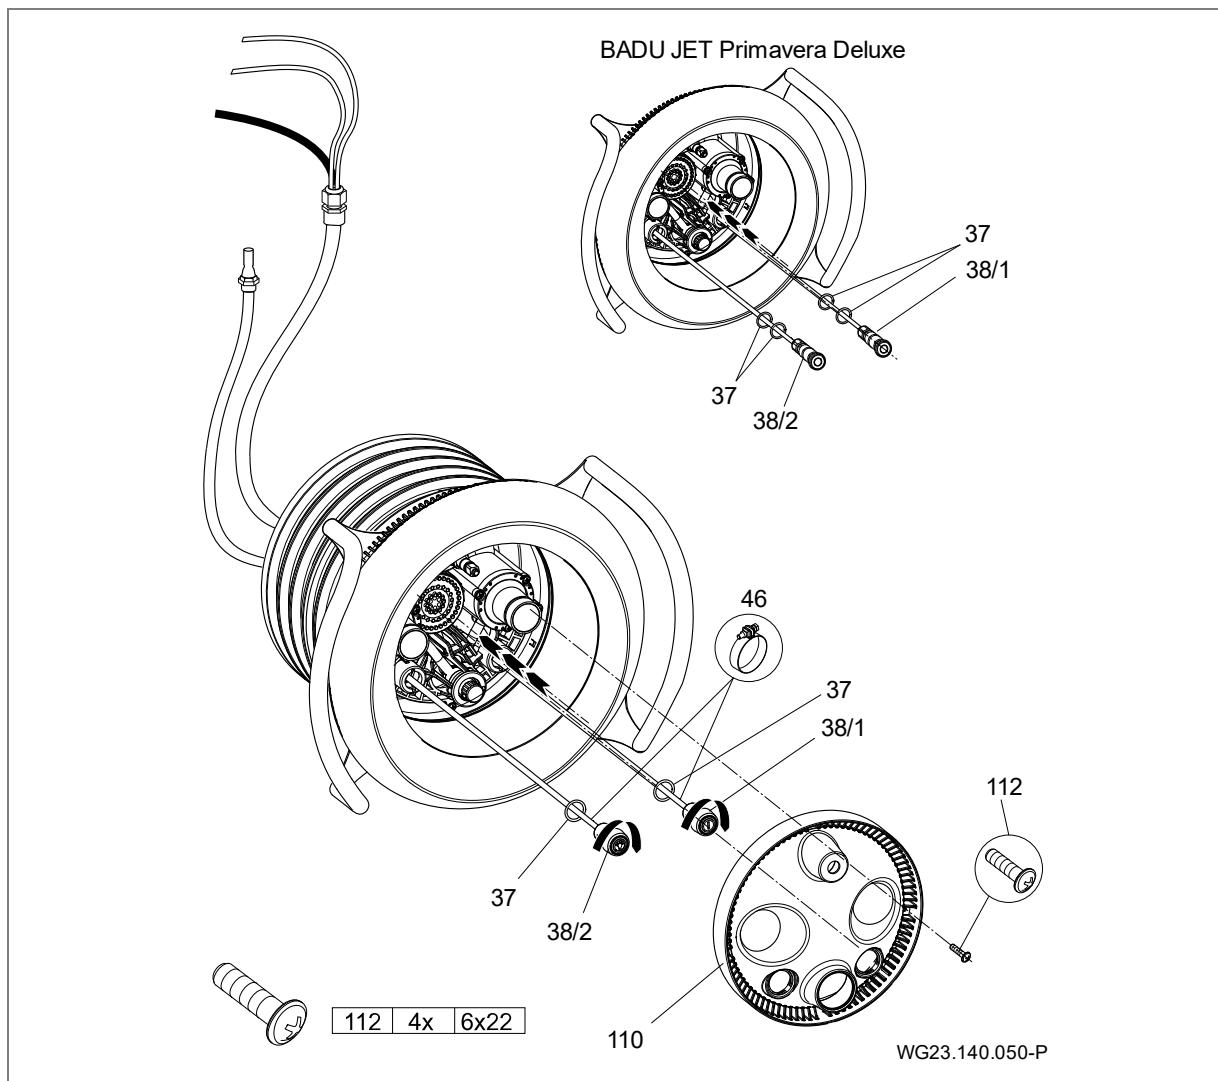

Рис. 20
8. Primavera: Надвинуть по одному кольцу круглого сечения (37) на пневматические выключатели (38/1; 38/2). С помощью шланговых зажимов (46) закрепить пневматические шланги на соответствующих кнопках. Оба пневматических выключателя вставить в сопловую коробку и зафиксировать, повернув по часовой стрелке. (Рис. 20)
10. Расположить заглушку из высококачественной стали (93.1) с выступающими утолщениями в имеющихся выемках заглушки всасывания (93) Следить за меткой "OBEN" (ВЕРХ) на заглушке из высококачественной стали. Для фиксации заглушки с помощью отвертки отогнуть назад два смещенных в сторону язычка. (Рис. 20)